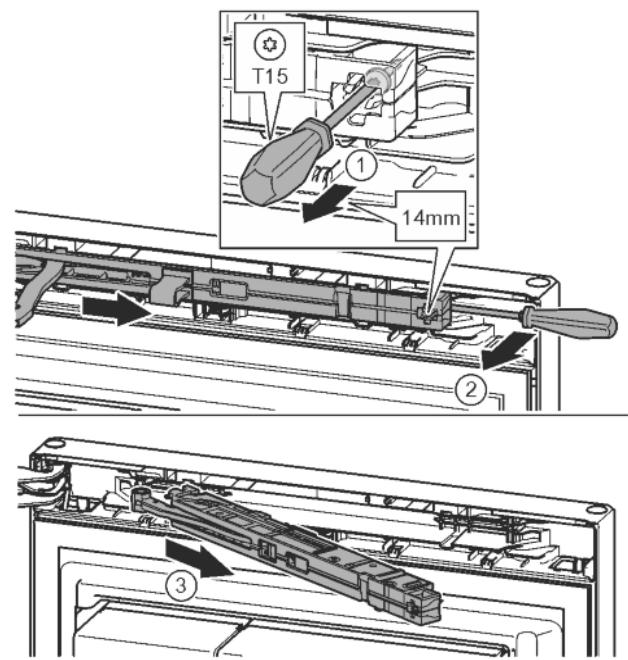

Fig. 11
- Ослабить винт на узле амортизатора с помощью отвертки T15 примерно на 14 мм. Fig. 11 (1)
- Отверткой со стороны ручки переместиться за узел амортизатора и повернуть вперед. Fig. 11 (2)
- Извлечь узел амортизатора. Fig. 11 (3)